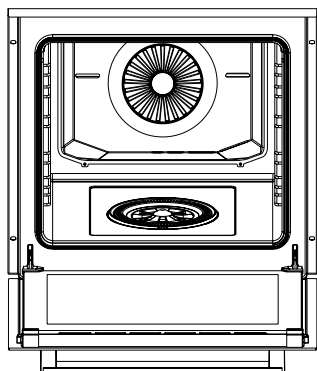
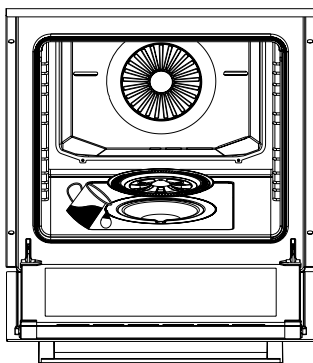
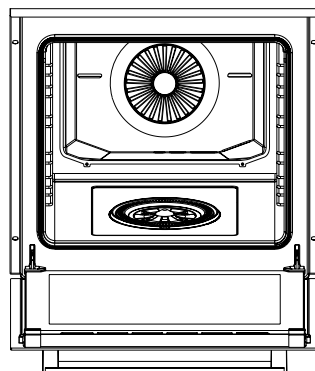

Abbildung 12
Abbildung 13
Abbildung 14
**2.** Öffnen Sie die Abdeckung des Geräts (siehe Abbildung 12). Entfernen Sie die Wassertankabdeckung und füllen Sie den Tank (siehe Abbildung 13). Schließen Sie dann den Wassertankdeckel (siehe Abbildung 14). Schließen Sie den Deckel des Geräts und heizen Sie es 10 Minuten lang vor. Nach dem Vorheizen können Sie die Lebensmittel in das Gerät geben.